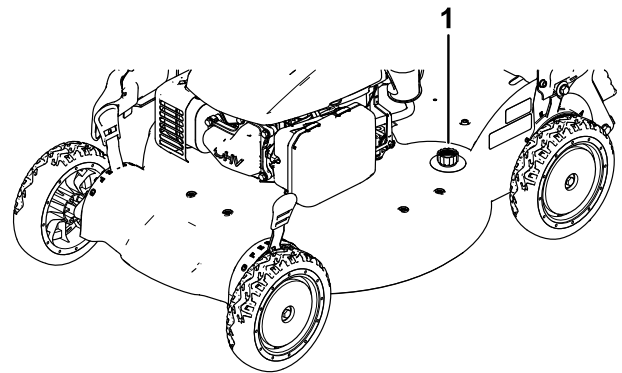

図 37
5. 洗浄ポートにホースを接続し、ホースを水道栓につなぐ **図 37**。